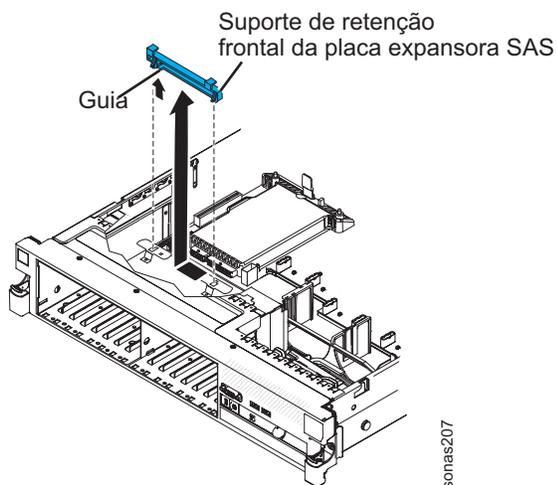

Figura 23. Suportes de Retenção Frontal do Controlador SAS
- 1) Remova o suporte de retenção frontal do controlador SAS do servidor. Consulte o Figura 23 na página 131.